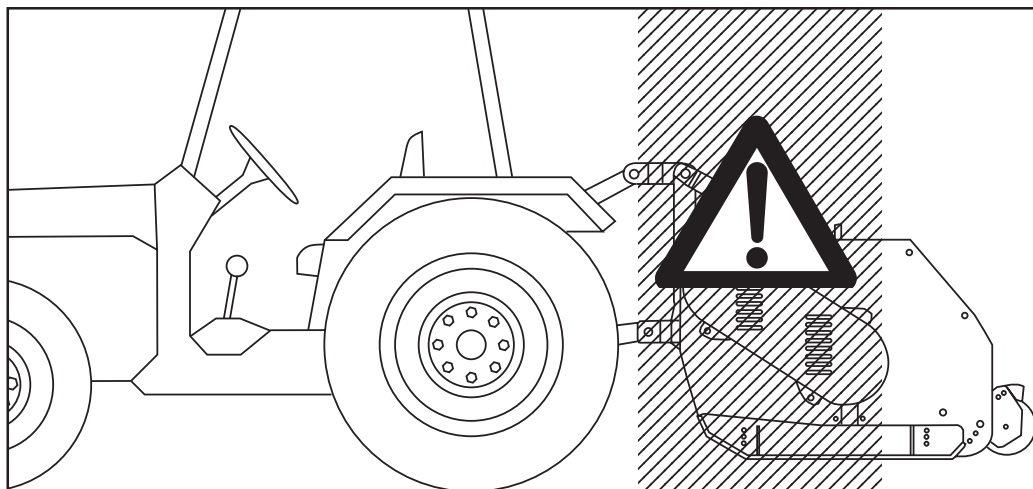

Fig. 4
- 24)** È assolutamente vietato interporre tra il trattore e la macchina (Fig. 4) con motore acceso e cardano inserito nonché senza aver azionato il freno di stazionamento ed aver inserito, sotto le ruote, un ceppo o un sasso di bloccaggio.
- 28)** È assolutamente vietato interporre fra il trattore e l'attacco della macchina per manovrare il comando dall'esterno per il sollevamento (Fig. 4).
- 24)** It is absolutely forbidden to stand between the tractor and the implement (Fig. 4) when the engine is running and the cardan shaft is engaged without having first engaged the hand brake and placed a block or stone under the wheels to prevent them from moving.
- 28)** It is absolutely forbidden to stand between the tractor and the implement when manoeuvring the lift control from the outside (Fig. 4).